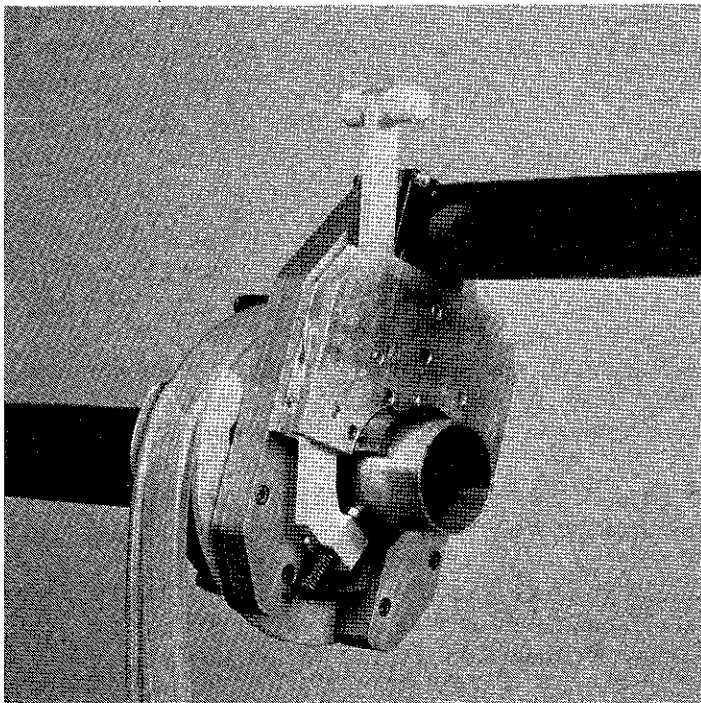

Bild 2
- 6.2 Spannschalenvorrichtung (Bild 2)